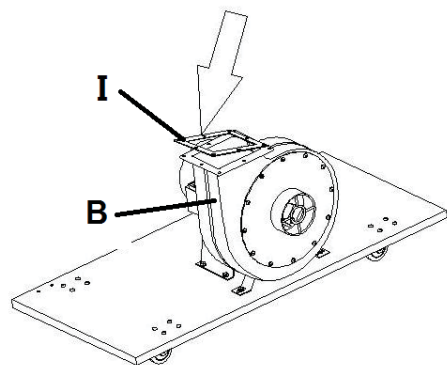

Рис. 5
- Установите резиновую прокладку, прямоугольную трубу и соединительную трубу в корпус крыльчатки при помощи поставляемых винтов и шайб. Рис. 5 и 6.